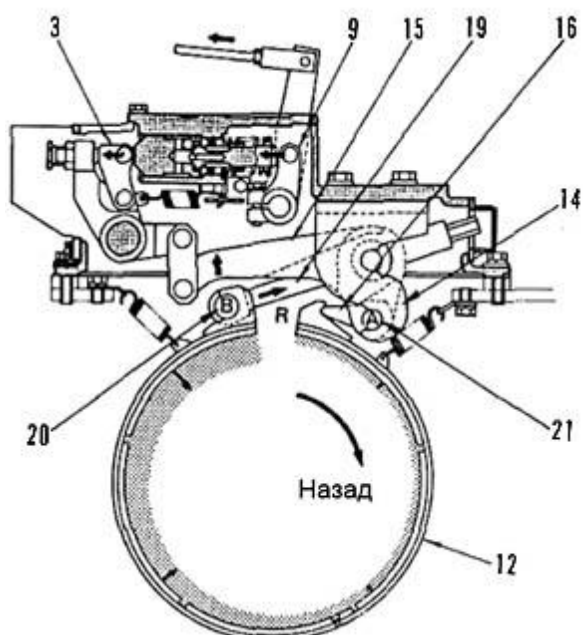

Рис. 5-32
Если рычаг рулевого управления передвигается до конечного положения при движении назад (Рис. 5-32), барабан тормоза вращается по часовой стрелке, лента тормоза перемещается против часовой стрелки, шток (19) передвигается вправо, кронштейн (14) отодвигается за счет пальца (21). В результате, коромысло клапана (15) вращается по часовой стрелке с опорой в точке А, палец (20) перемещается по направлению, указанному стрелкой (R), таким образом, барабан тормоза сжимается лентой тормоза.